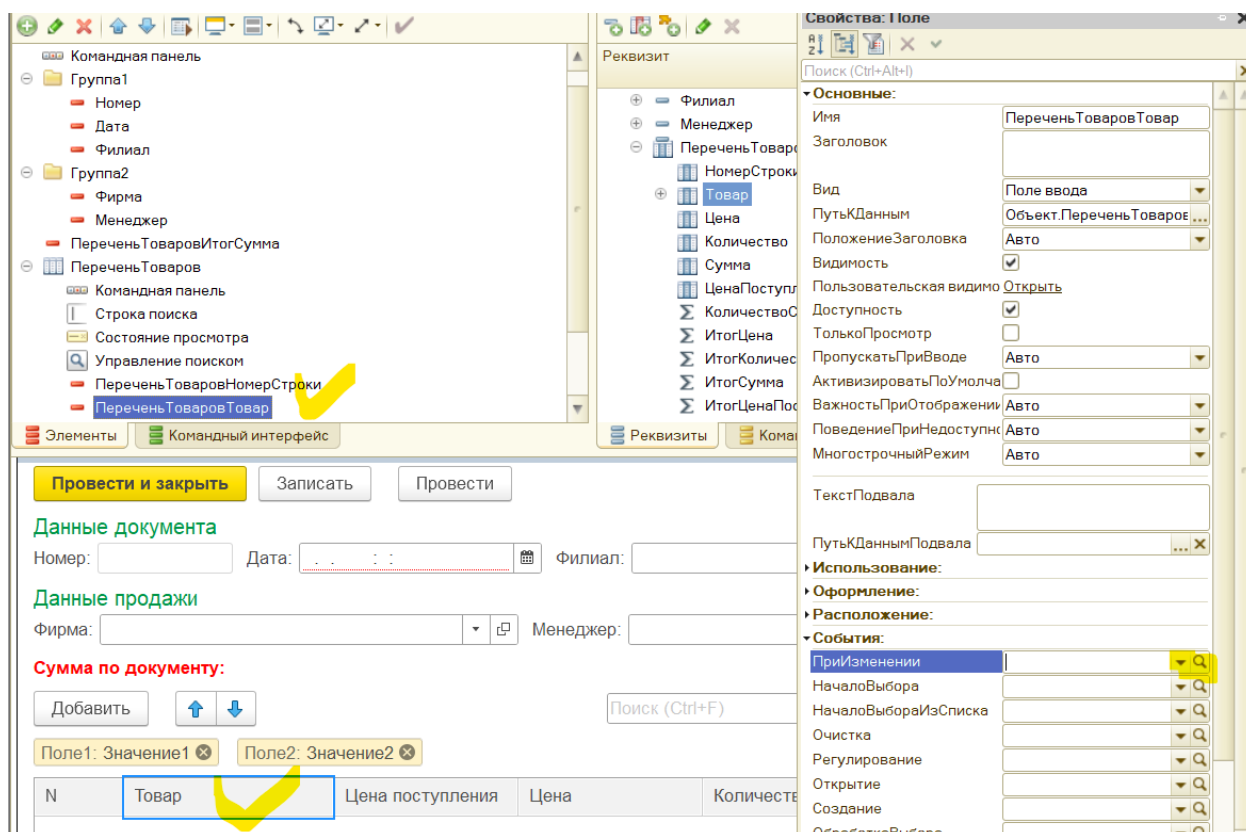

Рис. 3.26. Окно свойств поля «ПереченьТоваровТовар»
3. Далее откроем окно свойств поля «ПереченьТоваровТовар», где в разделе События следует обратиться к событию ПриИзменении (рис. 3.26).